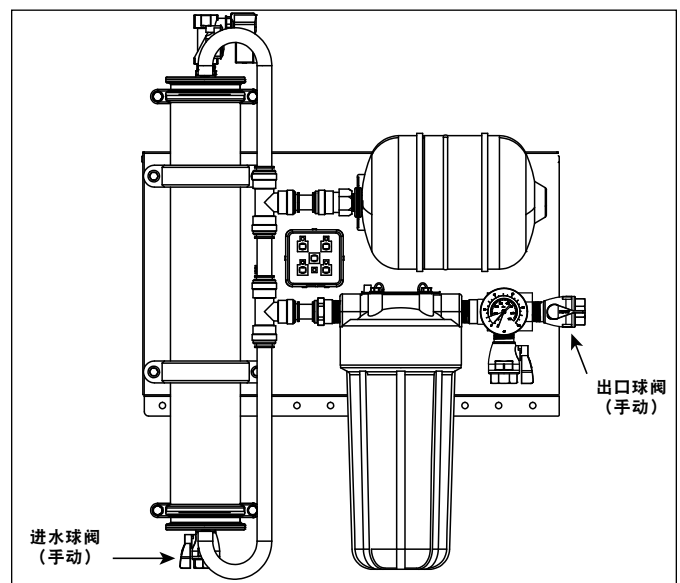

图 6. 进水管和出水管连接
3. 将软管连接至清洗阀配件。必要时，使用备用扳手固定配件 (图 6)。